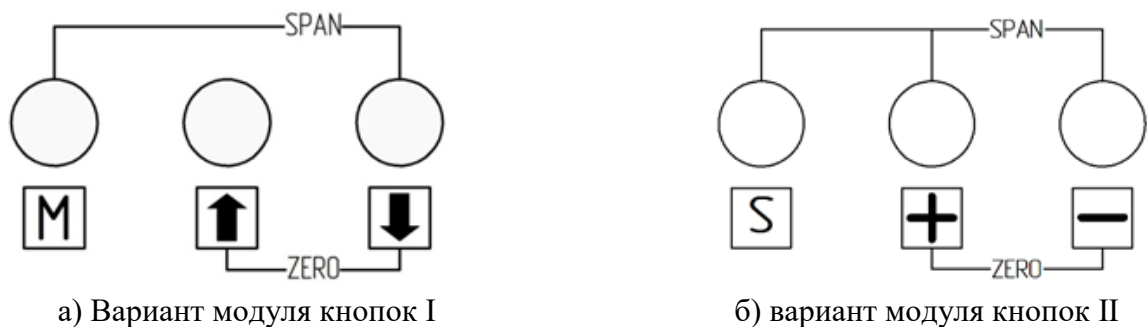

Рисунок 16 – Модуль кнопок ввода
2.6.1 Настройка параметров датчика давления может осуществляться при помощи кнопок ввода (рисунок 16), расположенных на устройстве, при наличии ЖК-индикатора. Датчики могут, поставляется в двух вариантах модулей кнопок, оба варианта взаимозаменяемые и обладают идентичным функционалом из-за чего примеры применения модуля кнопок расписано только для варианта I.